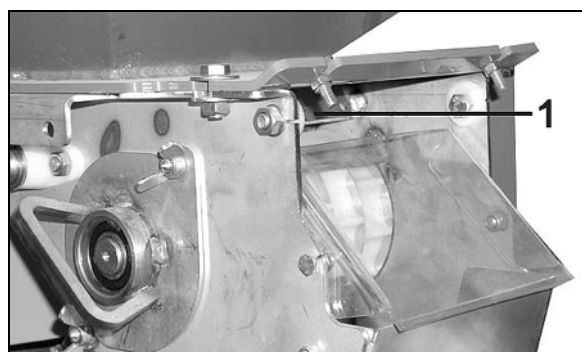

Fig. 57
3. Løsn vingemøtrikken (Fig. 57/2).
4. Niveausensorens højdeposition (Fig. 57/1) skal indstilles afhængigt af den ønskede såsædsrestmængde.